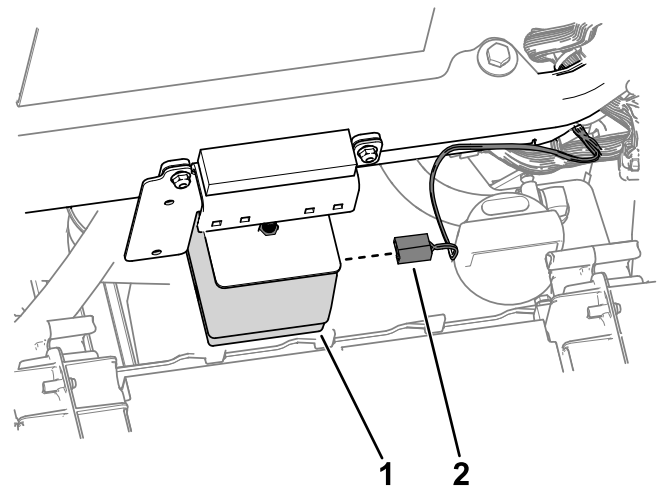

**Figura 28**
1. Enrute el conector del arnés de cables marcado LH HEADLIGHT (P04) hasta el lado izquierdo de la unidad (Figura 28). Conecte el arnés a la luz.
2. Enrute el conector del arnés de cables marcado RH HEADLIGHT (P05) hasta el lado derecho de la unidad (Figura 28). Conecte el arnés a la luz.
3. Enrute el conector del arnés de cables marcado LH REAR LIGHT (P01) hasta el lado izquierdo trasero de la unidad (Figura 28).
4. Enrute el conector del arnés de cables marcado RH REAR LIGHT (P02) hasta el lado derecho trasero de la unidad (Figura 28).
- Conecte el conector del arnés de cables marcado LH REAR LIGHT (P01) a la luz trasera (Figura 28).
- Conecte el conector del arnés de cables marcado RH REAR LIGHT (P02) a la luz trasera (Figura 28).
15. Instale bridas en el arnés de cables como se muestra en la Figura 28.